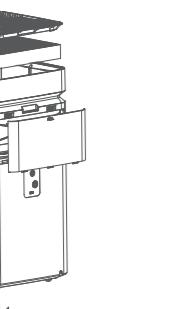

图1
- 3、断开电源,打开后盖板、侧盖板、顶盖板和高效催化网,依次取出收集极、发生极、离子仓绝缘套和初效过滤网(如图1-图4所示);
- 1、务必使电源线从底部夹线槽直线引出(图1),请勿盘绕或被机器压住(图2)。
2、掀开机器顶盖(如图1所示),将高效催化网放入机器内(如图2所示),合上顶盖;
2. 切段电源,拉开后盖板,取出收集极(收集极较重,请务必用双手取出,以免跌落造成损伤)(如图1所示);掀开